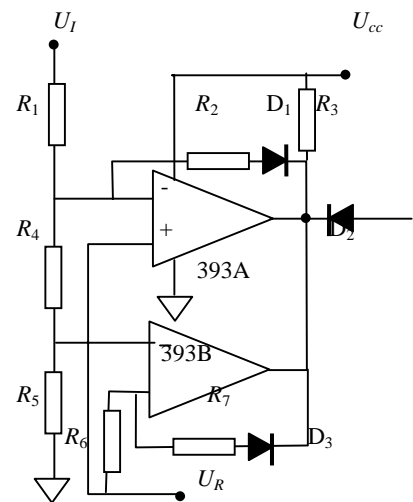

图 7.11 过压和欠压保护
**设计一个额定输入电压 110V，过压值为  $1.35 \times 110=149V$ ，回差 10V；欠压保护  $0.82 \times 110=90V$ ，回差也为 10V 的过压和欠压保护电路：采用图 7.11 所示电路。**